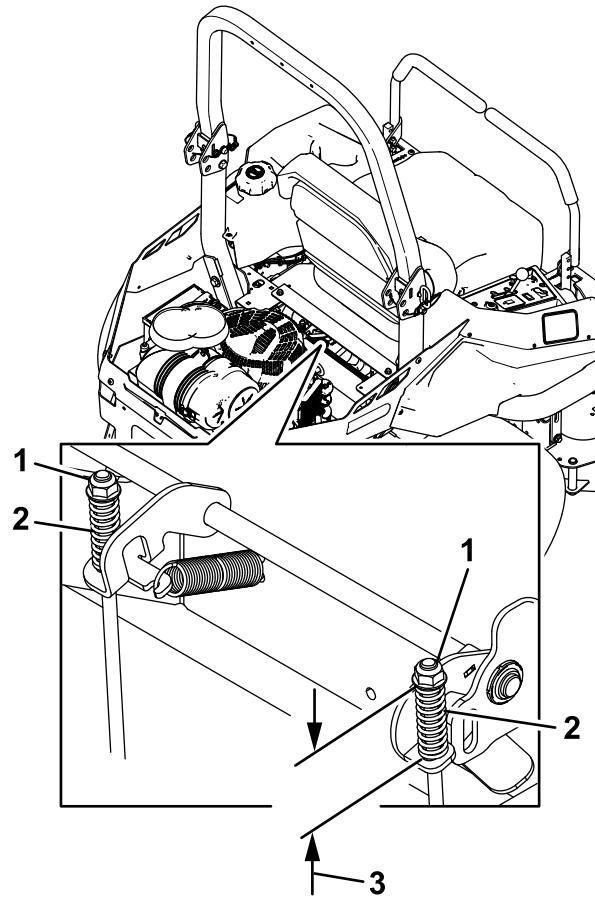

**Figure 83**
6. Si un réglage est nécessaire, desserrez le frein de stationnement : Retirez la goupille fendue de l'axe de la tringlerie de frein (Figure 83).